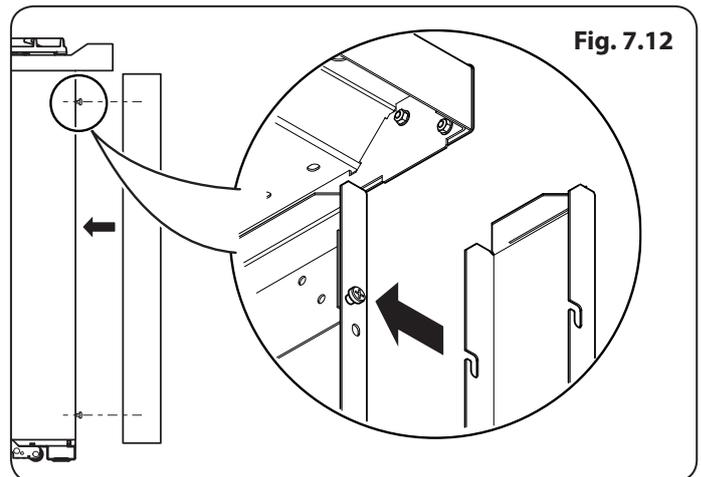

Fig. 7.12
2. Con los recortes, ubique la extensión lateral sobre las cabezas de los tornillos salientes (**Fig. 7.12**).